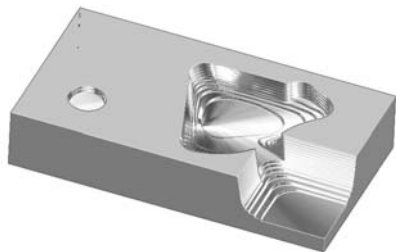

图 7-19 粗加工切削仿真结果
3) 在 PowerMILL 仿真控制工具栏中, 单击运行按钮 , 系统即进行粗加工仿真切削, 其结果如图 7-19 所示。
由图 7-19 所示粗加工切削仿真结果可见, 使用直径 20mm 的刀具进行粗加工后, 零件的狭长槽部位还没有被切削到。经测量得知, 零件狭窄槽宽大致为 8mm 以下, 拟使用直径为 6mm 的端铣刀进行二次粗加工。